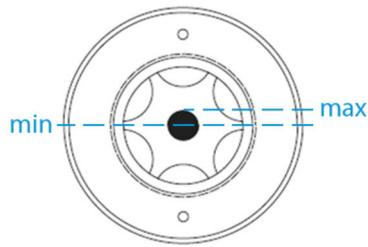

Abb. 20: Ölschauglas an Getriebegehäuse
4. ➤ Schmieröl in Getriebegehäuse einfüllen, bis der Ölstand im Ölschauglas innerhalb der angegebenen Grenzen (*Abb. 20 „Ölschauglas an Getriebegehäuse“ auf Seite 71*) steht.